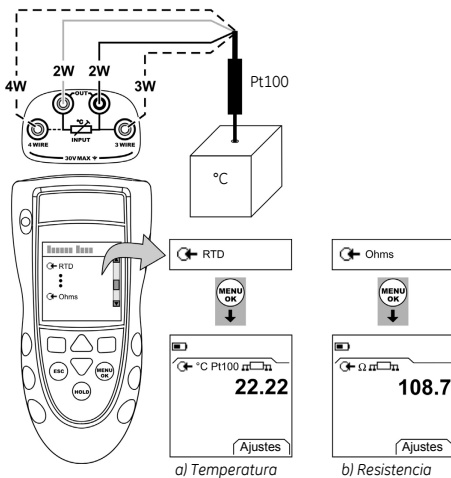

Figura 1: Ejemplo de configuración - Medición de la resistencia o temperatura de un RTD
1. Conecte el instrumento (Figura 1) y, si es necesario, ajuste las opciones de *Configurar* (Tabla 1).